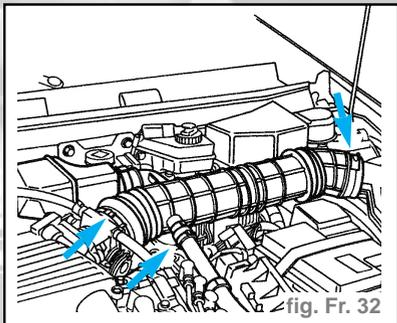

fig. Fr. 32
- Enlever le conduit d'aspiration d'air complet en agissant sur les colliers de retenue indiqués (fig. Fr. 32).